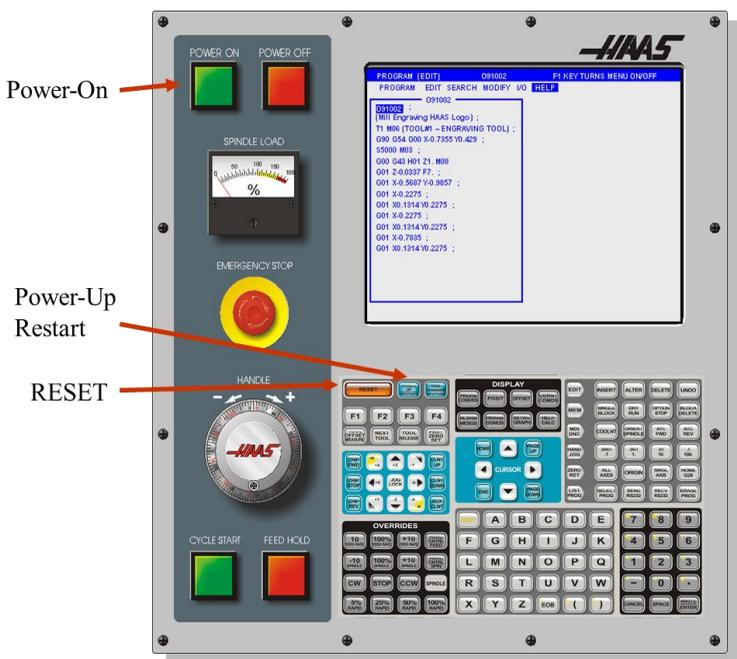

Рисунок 3.3 – Подвесной пульт управления станком модели HAAS
2. Включите станок, нажав кнопку Power-On (питание включено) на подвесном пульте управления (рис. 3.3). Станок выполнит самодиагностику, после чего на дисплее появится либо экран Messages (сообщения), если было оставлено сообщение, или Alarms (сигналы об ошибке). Для сброса сигналов об ошибках дважды нажмите кнопку RESET. После сброса сигналов об ошибке необходимо задать опорную точку станка, от которой начинаются все операции. Эта точка называется Home (исходное положение). Для задания исходного положения нажмите кнопку Power-Up Restart (включить питание/перезапуск).